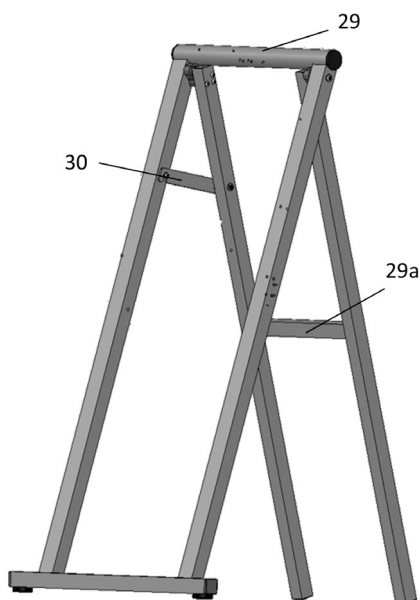
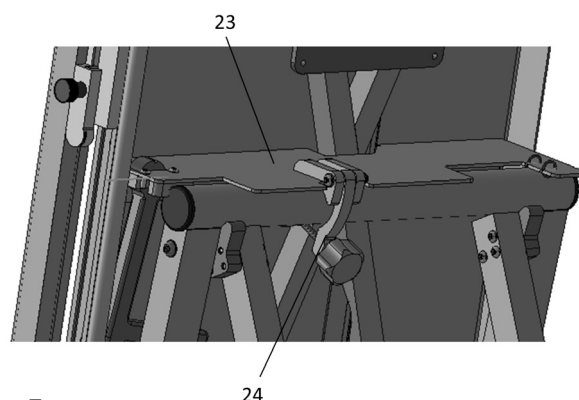

Fig. 4
Fig. 5
Ouvrez la pince de fixation du pied (pos. 24, fig. 3) et séparez-la de l'appareil. Positionnez le pied comme indiqué sur la fig. 4 et arrêtez le verrou de sécurité (30).
Soulevez le ProCut top par la poignée de transport (pos. 27, fig. 3) et sur la plaque de base (pos. 1, fig. 1) puis positionnez celui-ci sur le socle du pied (pos. 23, fig. 5), au milieu du socle pour le ProCut top (pos. 29, fig. 4).
Le transformateur avec enroulement de câble (pos. 26, fig. 2) se trouve à présent en appui sur le support pour transformateur avec enroulement de câble (pos. 29a, fig. 4). Fixez ensuite solidement l'appareil sur le support à l'aide de la pince de fixation pour le pied (pos. 24, fig. 5). Dans cette position, l'appareil peut être utilisé individuellement.
Ouvrez le verrou de sécurité (pos. 30, fig. 4) sur le pied / le support (fig. 4) et repliez le pied.
ProCut top peut être accroché au dos de l'échafaudage avec le socle du pied / support (pos. 23, fig. 5).
Vous devez toujours sécuriser l'appareil solidement à l'aide de la pince de fixation pour le pied / support (pos. 24, fig. 5) !